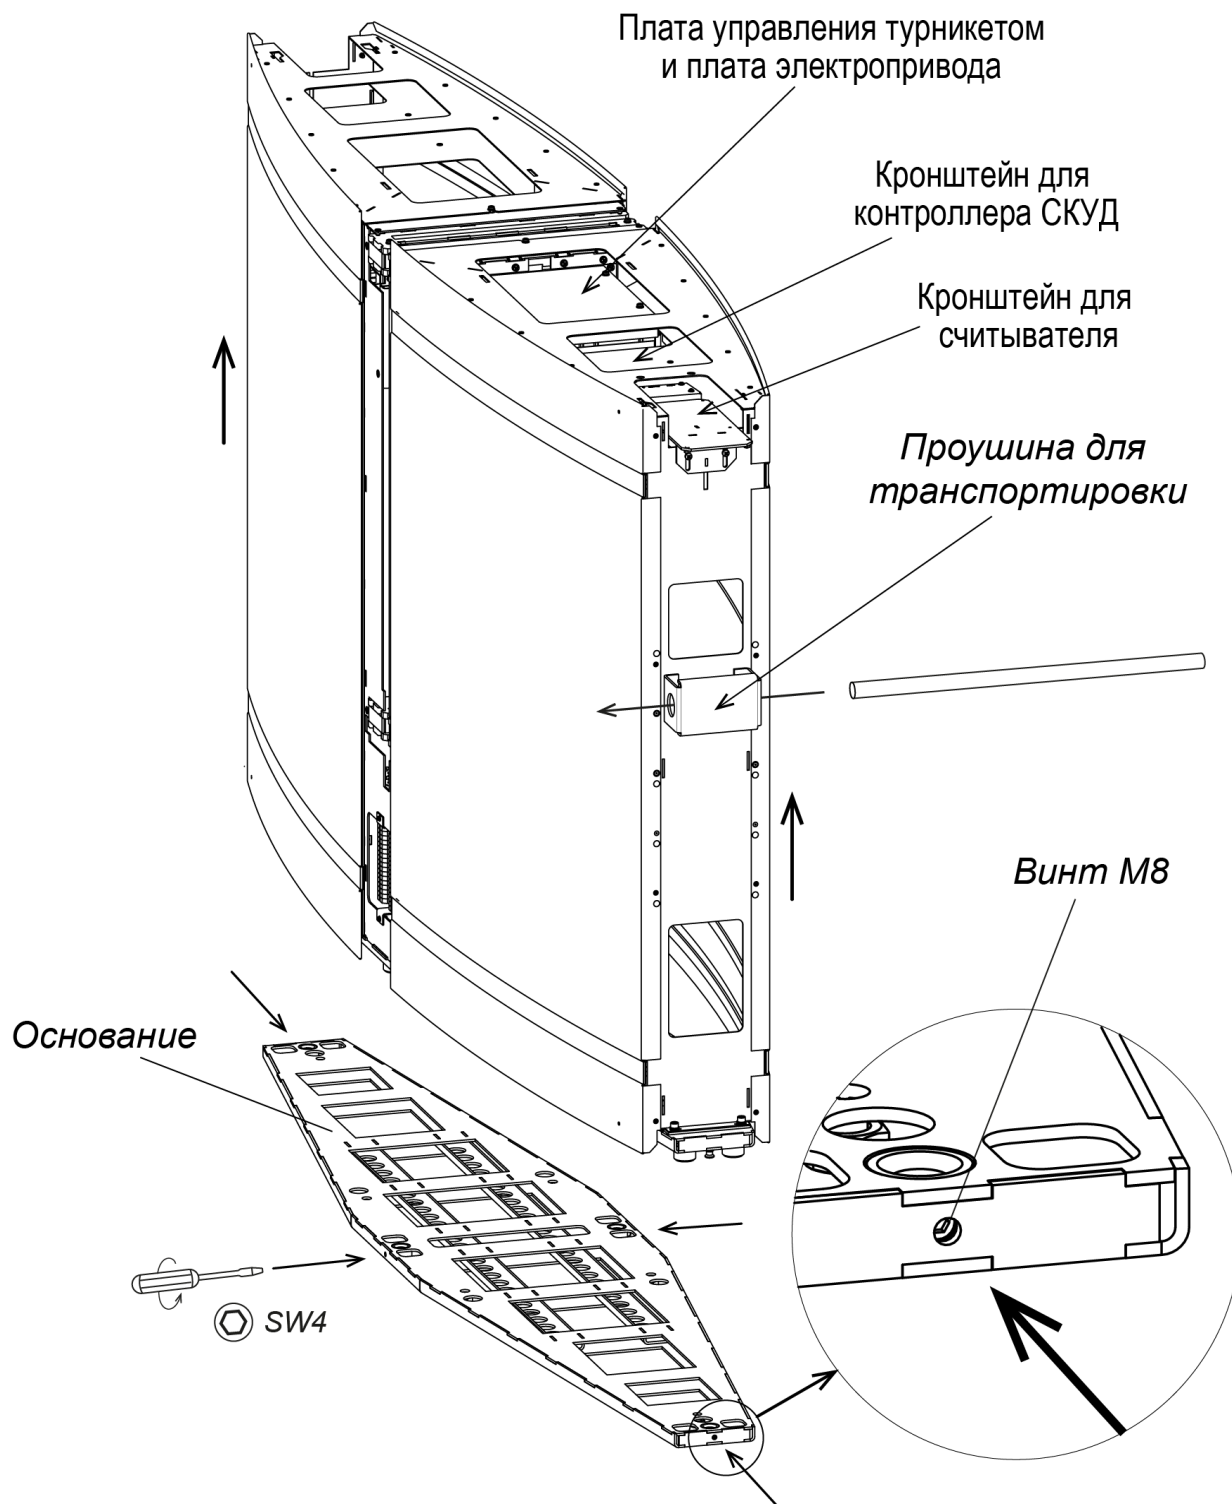

Рисунок 20. Демонтаж секции с основания
10. Установите секцию *Master* на основание, предварительно протянув внутрь ее соединительные кабели. Используя шестигранный ключ SW4, закрепите секцию на основании с помощью четырех установочных винтов М8 (см. рис. 20). При необходимости для более удобной прокладки кабелей внутри корпуса секции имеется возможность отсоединить и выдвинуть по продольной оси одну или две съемные части корпуса (см. разд. 8.7.3, рис. 21).
18. При необходимости произведите монтаж считывателей карт доступа и контроллера СКУД – считыватели устанавливаются на предусмотренные для этого кронштейны, расположенные внутри секций под верхними блоками индикации крышек или непосредственно на блоках индикации снизу (**PERCo-IR19 OEM**); контроллер СКУД устанавливается на самоклеящихся фиксаторах из комплекта поставки в проеме корпуса секции сверху под крышкой турникета (см. рис. 20).
1. Ключом шестигранным SW4 выверните до упора четыре винта M8 (см. рис. 20).
Плата электропривода створки располагается под стеклянной крышкой турникета с правой стороны от створки в проеме корпуса секции, см. рис. 20 (для стороны *Master* совместно с платой управления).